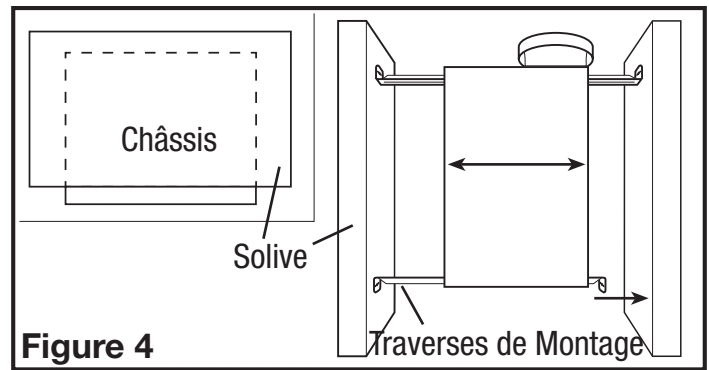
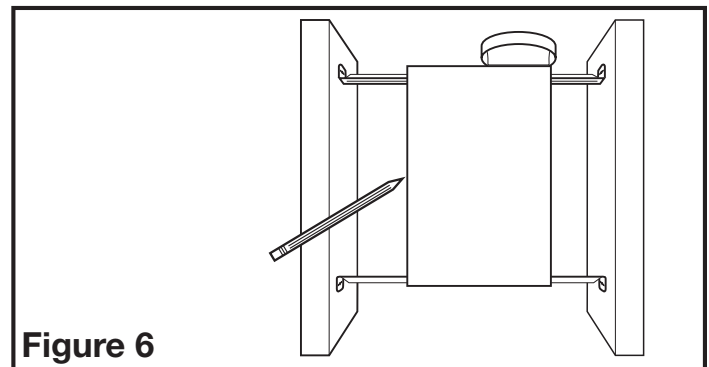

Figure 4
Figure 6
- Installation des Traverses de Montage :** Installer les traverses sur le châssis et positionner le châssis près de la solive. Aligner le châssis pour qu'il soit à effleurement avec le plafond fini. Fixer les extrémités des traverses avec des clous ou des vis (non-comprisés) aux solives et glisser le châssis à sa position finale (Figure 4).
- Installation des Traverses de Montage :** placer le châssis en position entre les solives et tracer un contour sur le matériau du plafond (Figure 6). Mettre le châssis de côté et découper l'ouverture, en prenant soin de ne pas couper ou endommager des câbles électriques dissimulés ou autres utilités. Installer les traverses sur le châssis et positionner le châssis dans le trou percé précédemment afin qu'il soit à effleurement avec le plafond fini. Fixer les extrémités des traverses aux solives (Figure 4).